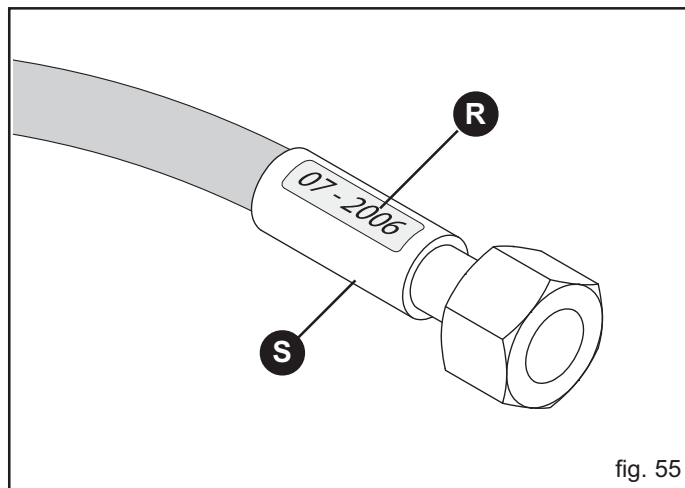

fig. 55
Auf Abbildung 55 (R) ist ein Beispiel zum Produktionsjahr der ölhydraulischen Rohre angegeben.
- Lecks in der Nähe der Einlagen (S, Abb. 55);
- Korrosion der Einlagen (S, Abb. 55);
- mehr als 5 Jahre seit dem Produktionsdatum vergangen sind (R, Abb. 55).